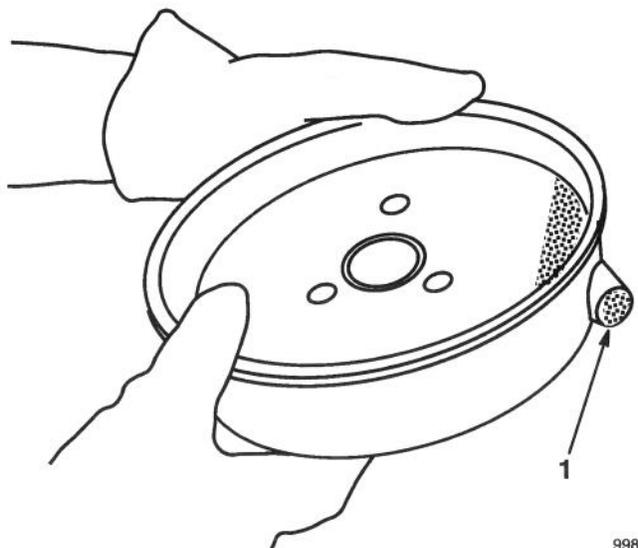

Figure 35
9. Débarrasser le pot d'échappement et son tube des dépôts de carbone à l'aide d'une brosse métallique et d'une cheville en bois (Fig. 35). Essuyer l'échappement à l'aide d'une serviette en papier ou d'un chiffon.